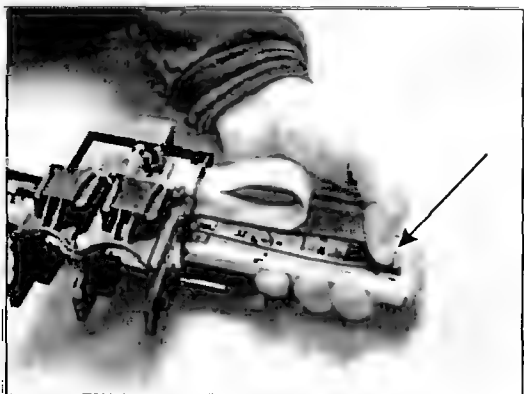

Рис. 2.9
6. Снимают ремень привода. Ослабляют винт фиксации натяжения ремня (рис. 2.9), поджимают подпружиненный ролик до ослабления ремня и снимают его с шестерни двигателя. Ремень имеет с одной стороны зубчатую поверхность, которой он жестко зацеплен с шестерней двигателя.